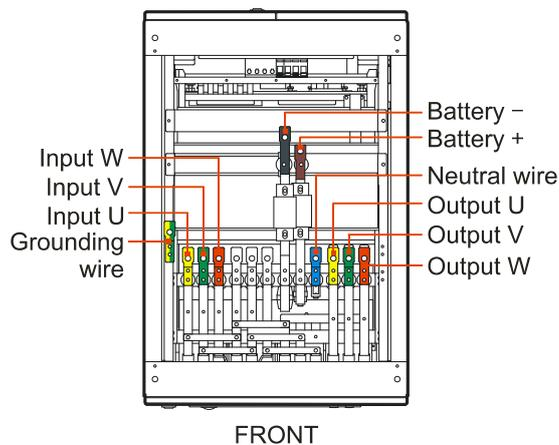

Рис. 3.17 Верхняя схема подключения (Вид сверху)
- Подключите входной, выходной кабели и кабель АКБ, в соответствии с Рис. 3.17, в правильном порядке, затем затяните болты.